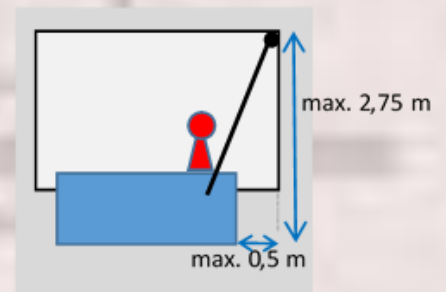

Fig. 3
- o aan weerszijden van de gondel: max. 2,75 m tot 0,5 m per zijde (fig. 3)